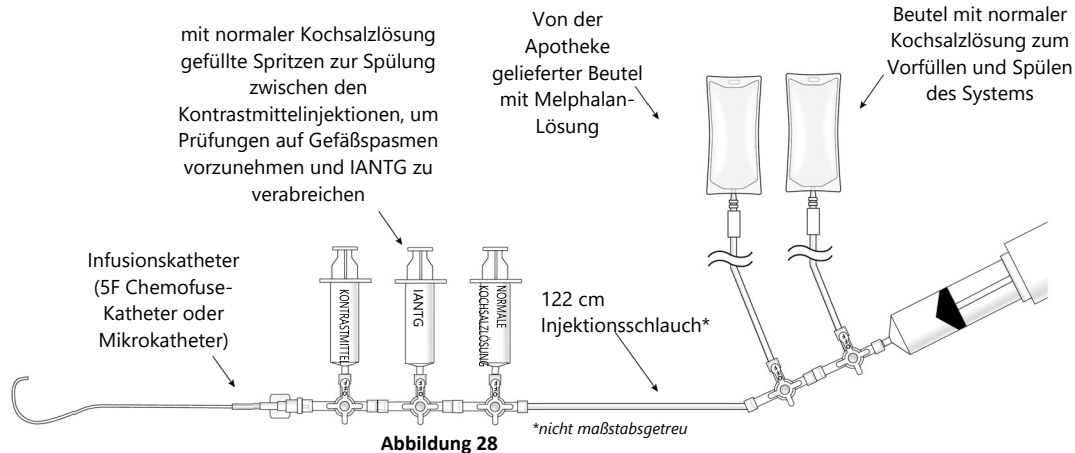

Abbildung 28
- (a) Wenn der Hämofiltrationskreislauf zufriedenstellend funktioniert und hämodynamische Stabilität bei dem Patienten erreicht ist, spülen Sie den arteriellen Leberinfusionsschlauch mit normaler Kochsalzlösung, um zu verhindern, dass sich Heparin direkt mit dem Chemotherapeutikum (Melphalan-Hydrochlorid) mischt. Verbinden Sie den Medikamenteninfusionsschlauch mit dem Leberarterien-Infusionskatheter (5F Chemofuse® Katheter oder Mikrokatheter), wie in Abbildung 28 dargestellt, um den Medikamenten-Applikationskreislauf zu schließen.